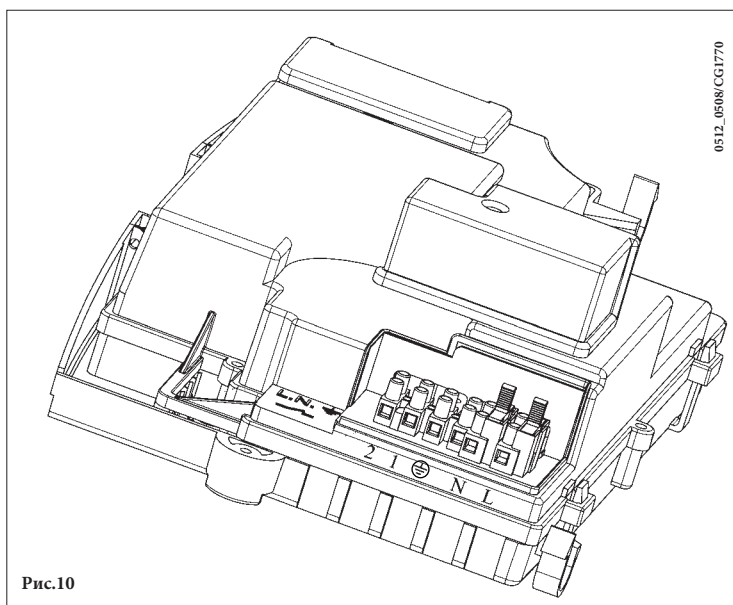

Рис.10
- для доступа к контактам снимите крышку (рис.10).
- откройте доступ к клеммам подключения электропитания (рис.10);
- подключите двухпроводной кабель, идущий от термостата, к клеммам (1) и (2);
Если не используется комнатный термостат, необходимо поставить перемычку на контакты **1-2** клеммной колодки **M1** (рис. 10).